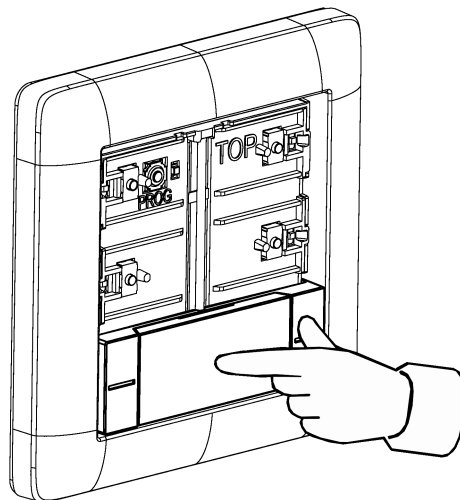

Bild 6: Tryck i mitten på vippkontakten
- Tryck i mitten på vippkontakten (se bild 6).